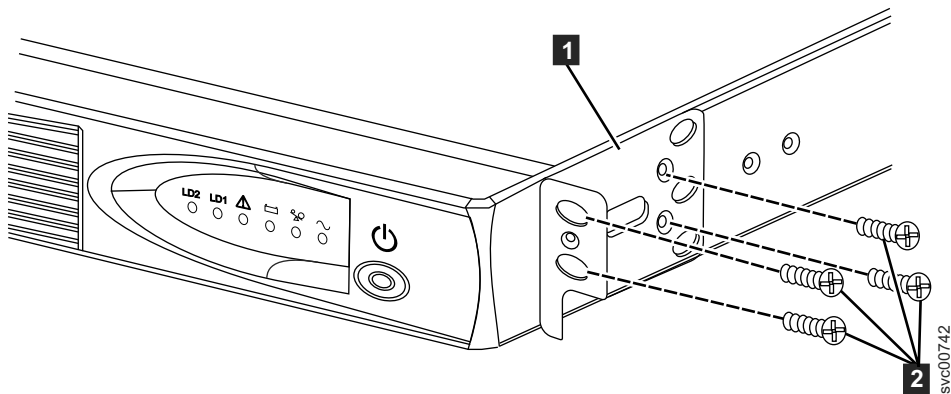

図 224. 2145 UPS-1U 用の UPS 取り付け金具の取り付け
2. 2145 UPS-1U の各側面で、提供された 4 個の M3 × 6 ねじ (286 ページの図 224 の **2**) を使用して、取り付け金具の長い方の端を 2145 UPS-1U に取り付けます。